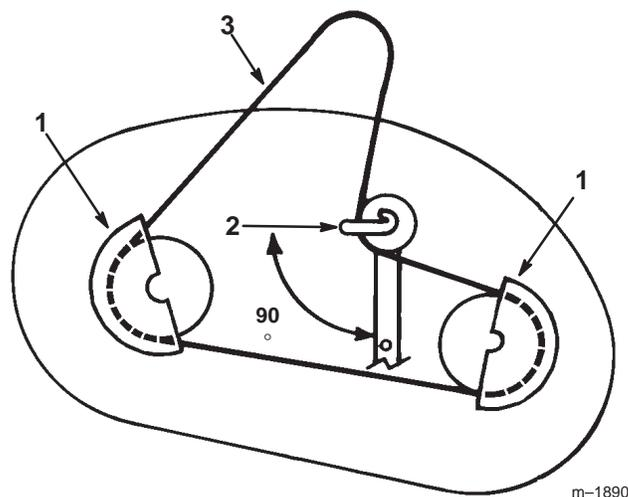

Abbildung 47
2. Die Halteschrauben der Riemenabdeckungen und die Riemenabdeckungen von beiden Schnittmesserriemenscheiben entfernen (Abb. 47).
3. Schraube und Mutter, mit der Führungsrolle und Riemenführung befestigt sind, lösen, aber nicht entfernen (Abb. 47).
2. Die Riemenführung der Führungsrolle so ausrichten, daß sie 90° nach links zum Führungsrollenarm zeigt (Fig. 47). Halteschraube und Sicherungsmutter anziehen, um Führungsrolle und Riemenführung zu sichern.
3. Linke und rechte Riemenscheibenabdeckung mit Halteschrauben anbringen (Abb. 47).